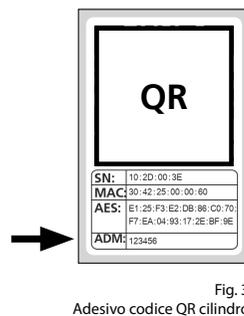

Fig. 3
- 3 Verrà chiesto di scansionare il codice QR del cilindro fornito con la fotocamera dello smartphone. Il codice QR si trova sull'adesivo fornito con la confezione (Fig. 3).
! Attenzione: il set include due adesivi con codici QR, uno per il cilindro e uno per il tastierino. Il codice QR qui richiesto per il cilindro è riconoscibile dal codice amministratore in basso sull'adesivo, contrassegnato con la denominazione "ADM" (Fig. 3).